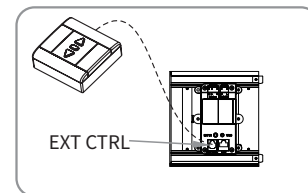
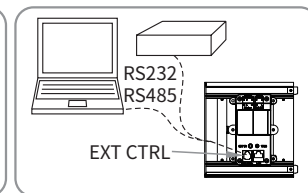
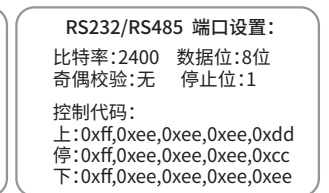

图20
图21
图22
将信号线一端水晶头插入银幕左端盖的外置控制插孔(EXT CTRL),另一端与中控器、电脑RS232接口或美视壁控开关盒连接(如图18-24),可以通过壁控开关、中控器或电脑控制银幕的上升、停止、下降。控制接口功能分布如图20,信号线的水晶头端接线定义如图21。
3.弱电干触点壁控开关(选购件)控制,见图20
用信号线把银幕的 EXT CTRL 端与电脑或者中控器的RS232/485端口连接好(图21),从控制端发送相应指令可以控制银幕的上升、停止和下降,相关端口设置及指令见图22。